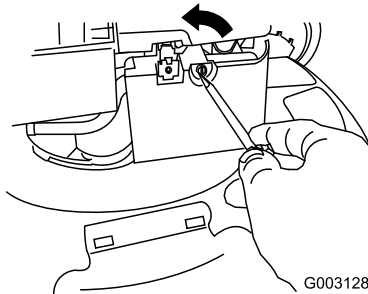

Figure 42
2. Ouvrez le couvercle du filtre à air avec un tournevis (Figure 42)